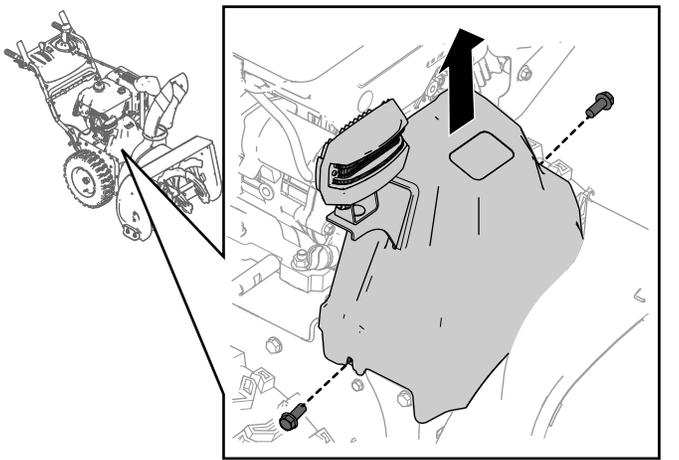

Figure 25
1. Enlevez les 2 vis de fixation du couvercle de la courroie (Figure 25).
2. Déposez le couvercle de courroie (Figure 25).